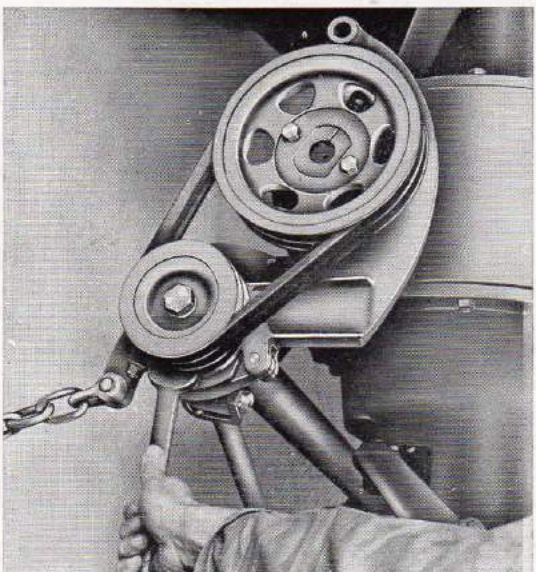

Fig. 6
- 6° Engager les courroies de transmission dans les gorges des poulies. Aligner la poulie de prise de force et la bloquer sur l'arbre. Tendre sans excès les courroies. Pour cela, engager le gros côté de la clé Ferguson dans un cran prévu sur l'excentrique de la poulie de commande, sur l'arbre de transmission et tourner jusqu'à la tension désirée (fig. 6).